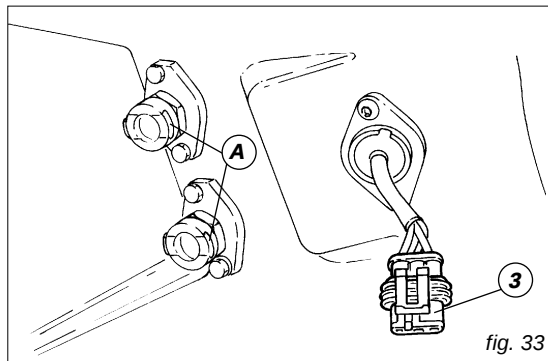
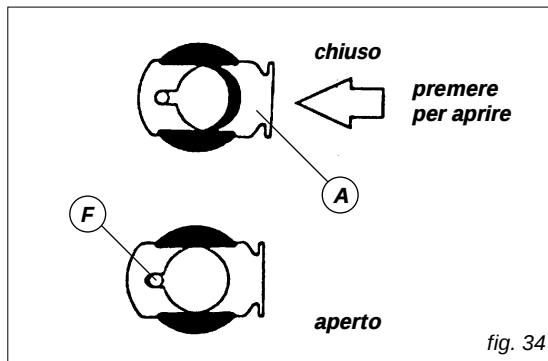

fig. 33
fig. 34
Svitare e rimuovere i distanziali in gomma (1, fig. 31). Sganciare i raccordi rapidi dei tubi di mandata e ritorno (2, fig. 32), premendo con le dita, sulle linguette (A, fig.33). Asciugare immediatamente, eventuali sgocciolamenti di carburante. Scollegare il connettore (3) della sonda livello carburante. Estrarre il serbatoio senza l'ausilio di alcun attrezzo.
I pernini (F, fig. 34), se premuti accidentalmente, provocano la chiusura delle lamelle sui raccordi rapidi, verificare che le lamelle siano in posizione aperta; in caso contrario, premere le linguette (A, fig. 33) per aprirle.
Collegare il sensore (3, fig. 33) della sonda livello carburante.